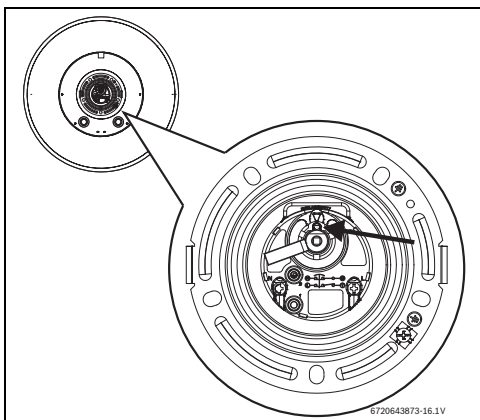

Fig. 15 Botão de rearme
- ▶ Pressionar completamente o botão (Fig. 15).